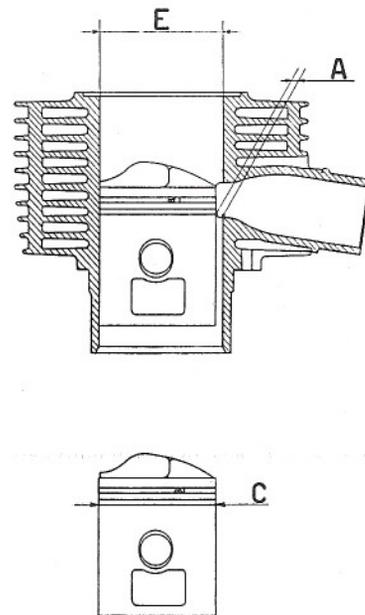

Fig. 1/D
N. B. - I pistoni e i cilindri forniti dalla Casa come parti di ricambio sono contrassegnati rispettivamente con lettere dell'alfabeto e, solo per il pistone, con la misura "C" (ved. fig. 1/D).